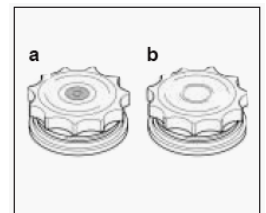

Рис. 1
■ Шланг для подачі води необхідно приєднати до водопровідного крану таким чином, щоб коли машина не використовується, подача води припинялась (рис. 1 В).
- кришка контейнера для солі з індикатором зеленого кольору (рис. 1а), який залишається видимим весь час, коли у пристрої достатньо солі для регенерації. Коли поверхня зеленого кольору втиснута у кришку, необхідно додати у пристрій солі. Інші моделі обладнано глухою кришкою (рис. 1б). У цьому випадку, необхідно періодично виконувати перевірку рівня солі, відповідно до регулювання блоку пом'якшення води.
2. Після цього, візьміть корзину з обох боків і підніміть її вверх (рис. 1).
■ Тарілки можна завантажувати в один ряд (рис. 1) або у два ряди (рис. 2).
Стандартний обсяг посуду при завантаженні відображено на рис. 1, 2 і 3.
Верхня корзина (рис. 1)